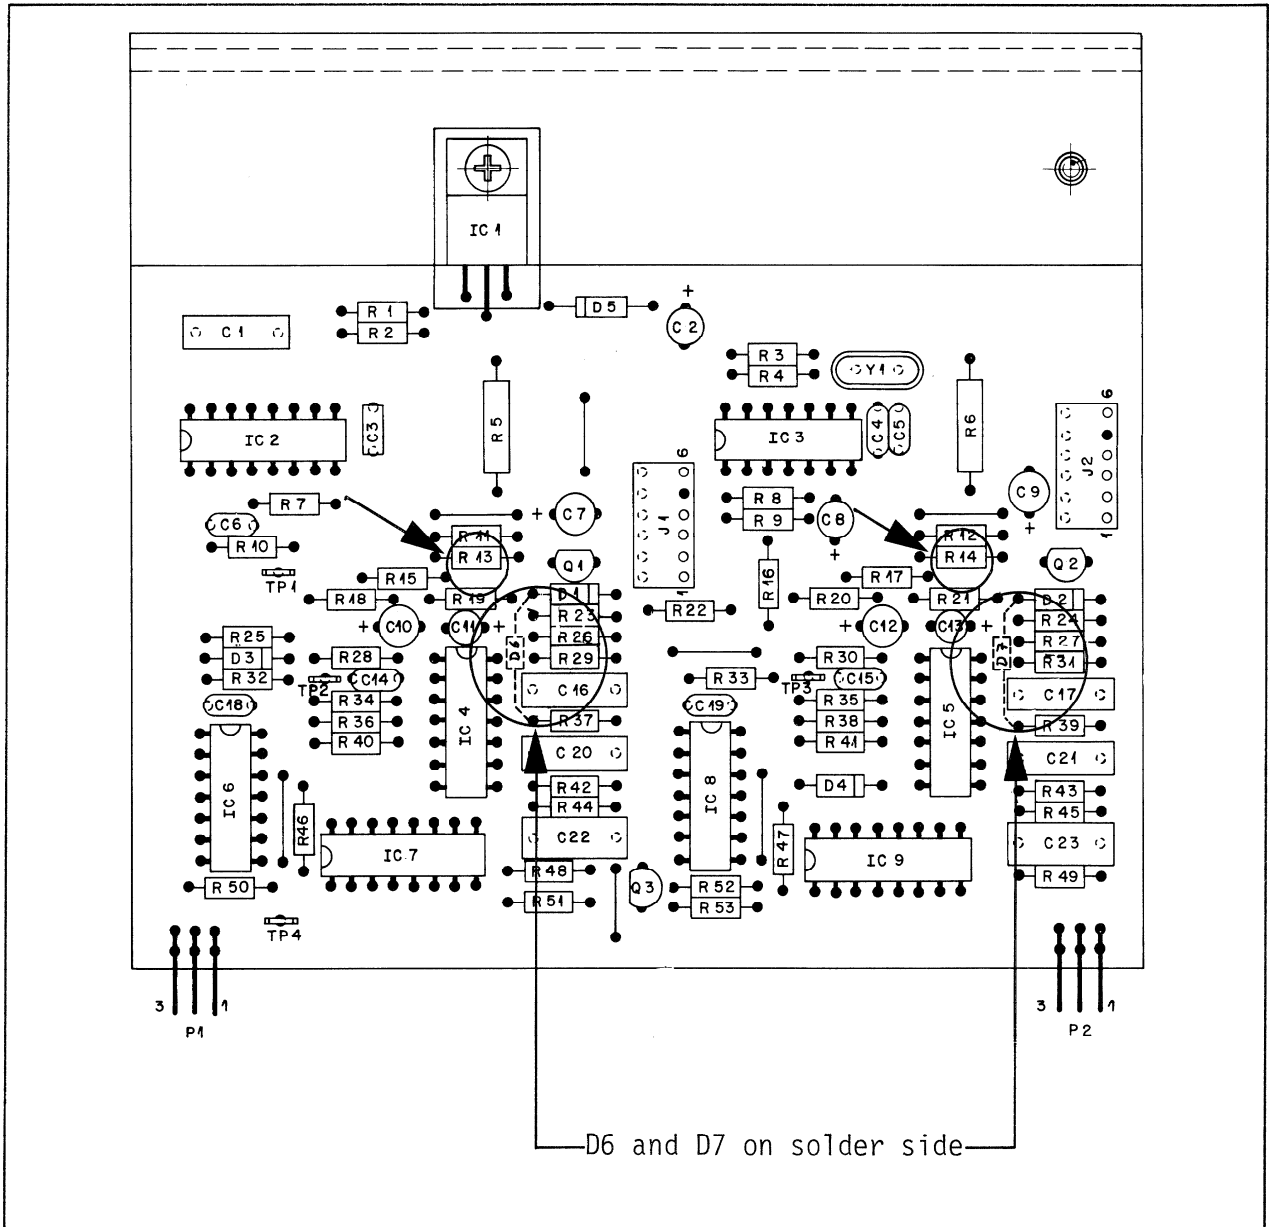

Fig. 1.6
- b) Erhöhen des Anlaufdrehmomentes auf dem Capstan Motor Control PCB 1.710.461 (siehe Fig. 1.6)
- b) Increase of the starting torque by modifying the capstan motor control PCB 1.710.461 (see fig. 1.6)